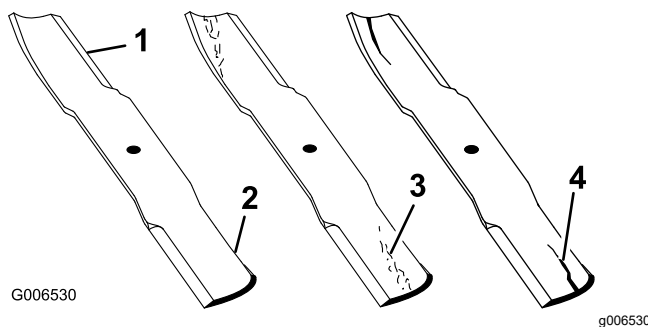

图 31
2. 仔细检查刀片的剪草端特别是刀片平面和曲面交接的部分 (图 31)。由于沙子和研磨材料可能导致连接刀片平面与曲面的金属磨损请在用机器之前检查刀片。如果看到出现磨损图 31 请更换刀片请参阅 拆装刀片 (页码 18)。
如果刀片能够经受磨损刀片的刀翼与平面部分之间也会形成凹槽 (图 31)。最终刀片可能断裂并被抛掷出刀片外壳可能对您自己或旁观者造成严重的伤害。